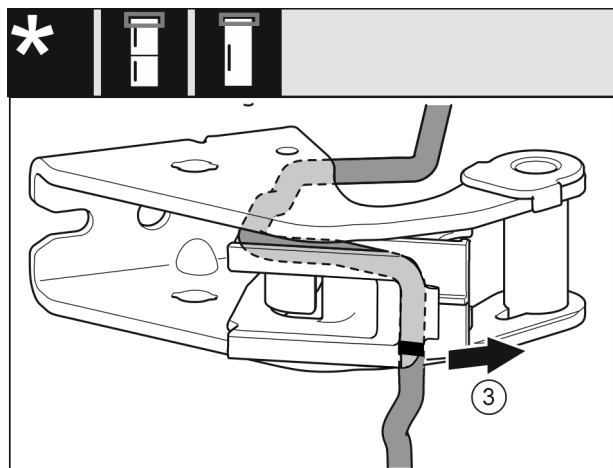

Fig. 29
- ▶ Kabel mit der Kabelhalterung Fig. 29 (3) vom Lagerbock demontieren.